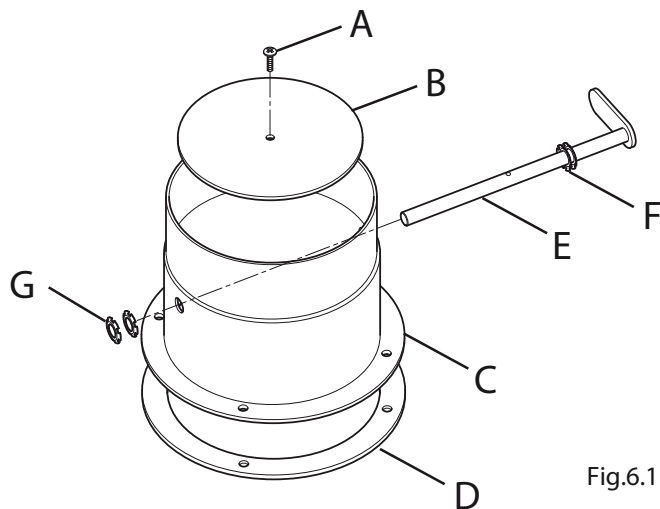

Fig.6.1
Ovnen leveres med røykventilen (fig.6.1) demontert for å tillate montering av majolicahodet.
The stove is supplied with the exhaust valve (fig.6.1) dismantled to permit majolica head assembly.
Der Heizofen wird mit demontiertem Rauchventil (Abb. 6.1) geliefert, um den Zusammenbau des Oberteils aus Majolika zu gestatten.
2 Fig.6.1
- Plasser primærluftjusteringen i "helt åpen" posisjon (fig. 6.1).
- Place the primary air adjustment to "fully open" (Fig. 6.1).